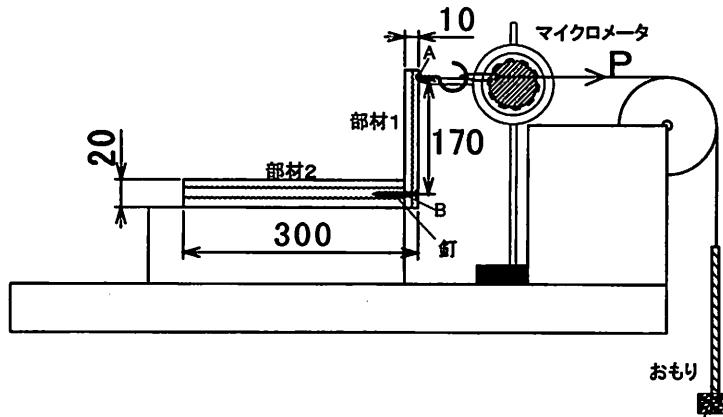

図12 钉の接合部耐力試験装置
釘接合部耐力試験は、図12のような実験装置で行った。竹製割り箸の曲げモーメントMと回転角θの関係を調べた結果が、以下の①～③である。
①直径5.0mmの下穴をあけた場合